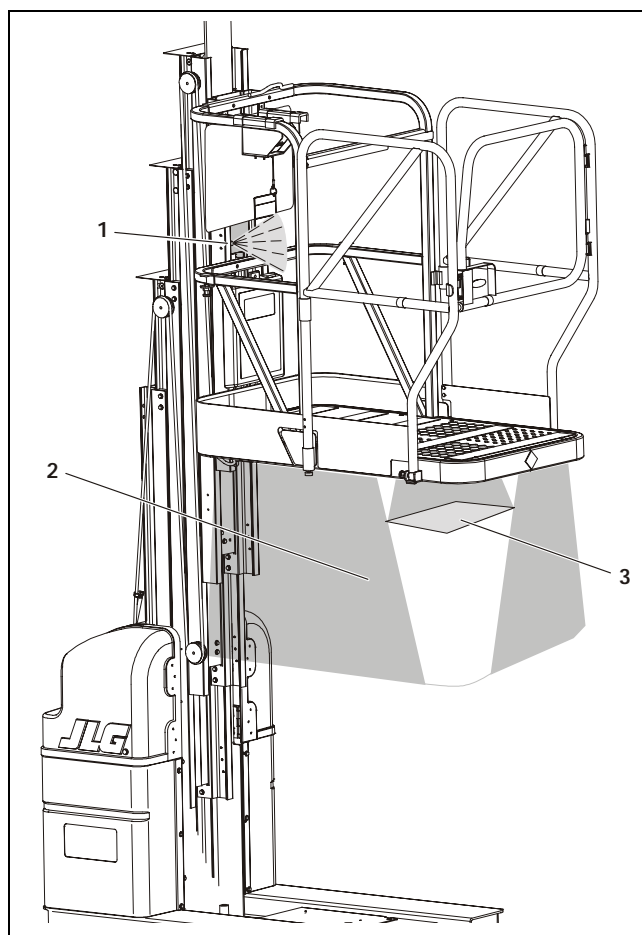

Figura 3-9. Ispezione del funzionamento preliminare per l'avviamento dell'OSS.
**NOTA:** vedi Figura 3-9. per la posizione del modulo elettronico OSS.
(vedi Figura 3-9.).